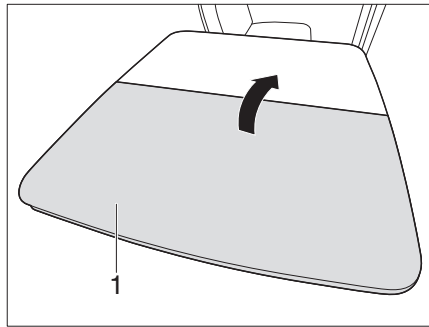

Bild 115 Fäll in fällbordet
- Fäll in bordshalva (Bild 115,1).